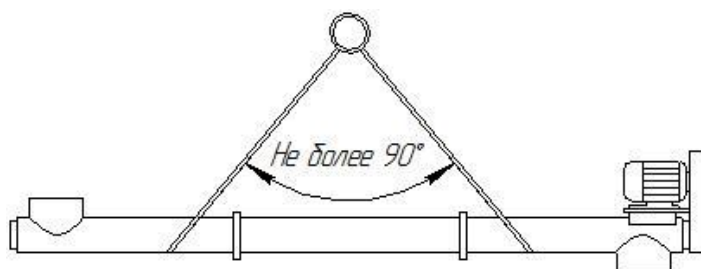

Рис.3 - Схема строповки транспортёра обычного исполнения.
4.2 Перед началом монтажа необходимо проверить комплектность оборудования, наличие крепежа, подготовить необходимый инструмент, материалы и грузоподъемные средства, изучить схему строповки (Рис.3).
4.4 Установить транспортёр по месту при помощи грузоподъёмных средств, пользуясь схемой строповки, (рис.3). Стropовка для всех исполнений транспортёра подобна.